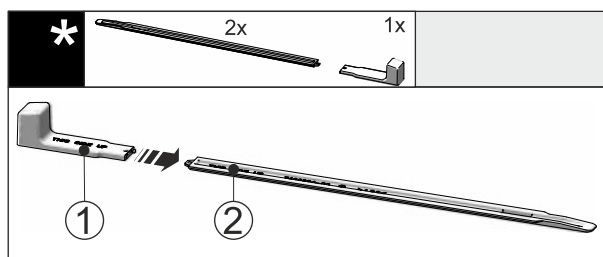

Fig. 46
- ▶ Uchwyt montażowy Fig. 46 (1) podłączyć do szyny niwelującej Fig. 46 (2).